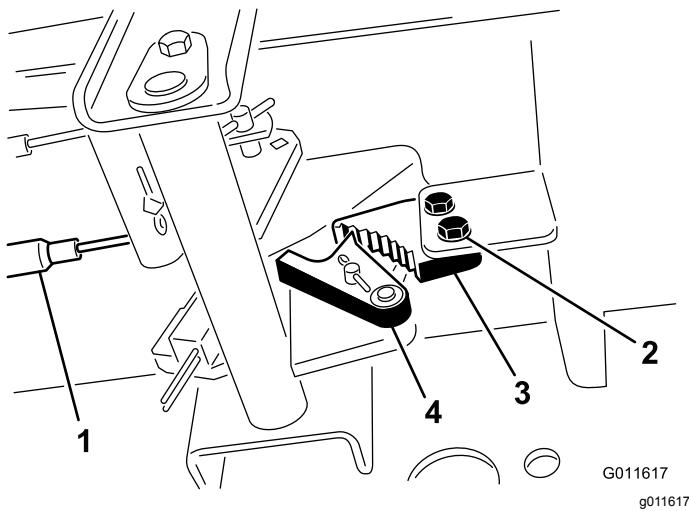

Bild 68
1. Lösen Sie die zwei Schrauben, mit denen die Sperre der Feststellbremse am Rahmen befestigt ist (Bild 68).
2. Drücken Sie das Pedal der Feststellbremse nach vorne, bis der Bremsauslöser ganz an der Bremssperre greift (Bild 68).